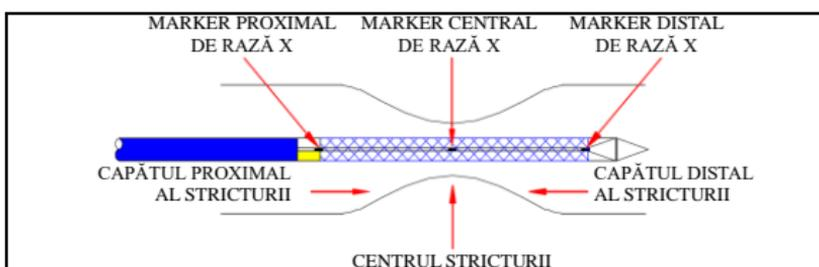

Figura 4
- Atunci când markerul central de raze X ajunge în centrul stricturii țintă, continuați să trageți înapoi conectorul până când stentul este complet instalat. (a se vedea Figura 4, 5)
- d) Atunci când markerul central de raze X ajunge în centrul stricturii țintă, continuați să înaintați către conector până când stentul este complet instalat. (a se vedea Figura 4, 6)